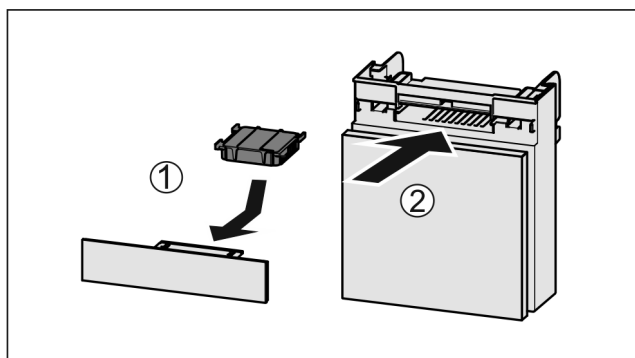

Fig. 87
- ▶ Wkładać Fig. 87 (1) filtr z węglem aktywnym zgodnie z ilustracją.
- ▶ Wsunąć komorę Fig. 87 (2).